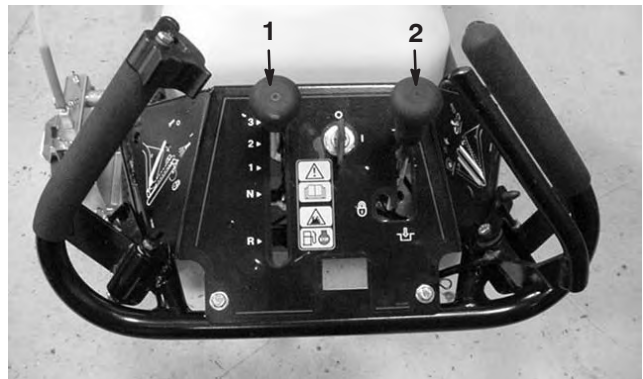

Figure 18
2. Serrez le frein de stationnement (Fig. 18).
3. Assurez-vous que le levier sélecteur de vitesse est au point mort et que les leviers de commande de déplacement et de traçage sont en position désengagée (relâchés) (Fig. 18).
1. Sélectionnez le **point mort** et serrez le frein de stationnement (Fig. 18).
3. Placez la commande de vitesse de déplacement à la vitesse souhaitée (Fig. 18).